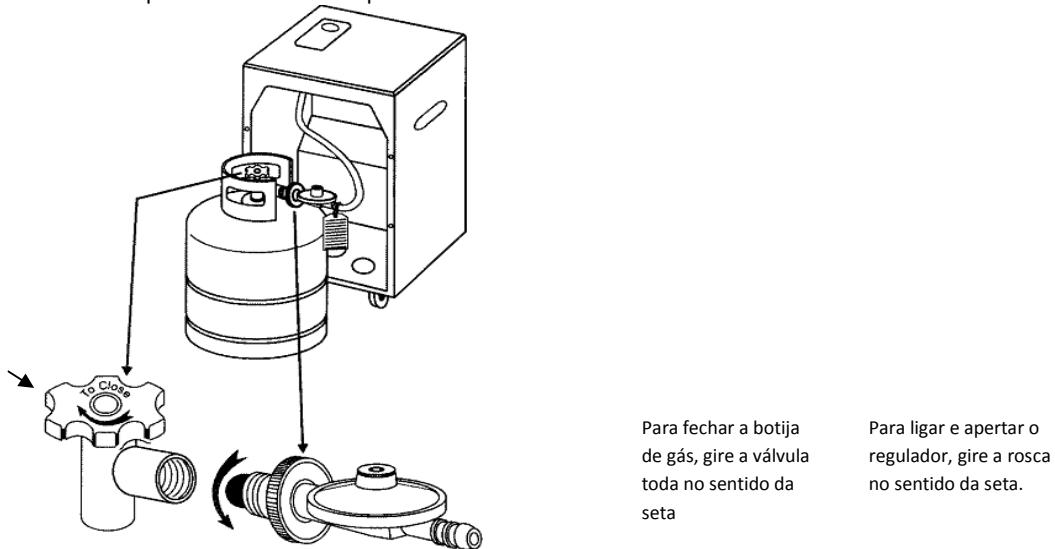

Fig.1
- Aparafuse o regulador na válvula de saída da botija de gás, no sentido contrário aos ponteiros do relógio. Gire apenas manualmente. Não use nem alicate nem chave-inglesa. Continue a aparafusar até a rosca ter entrado toda e ficar firme (Fig. 1).